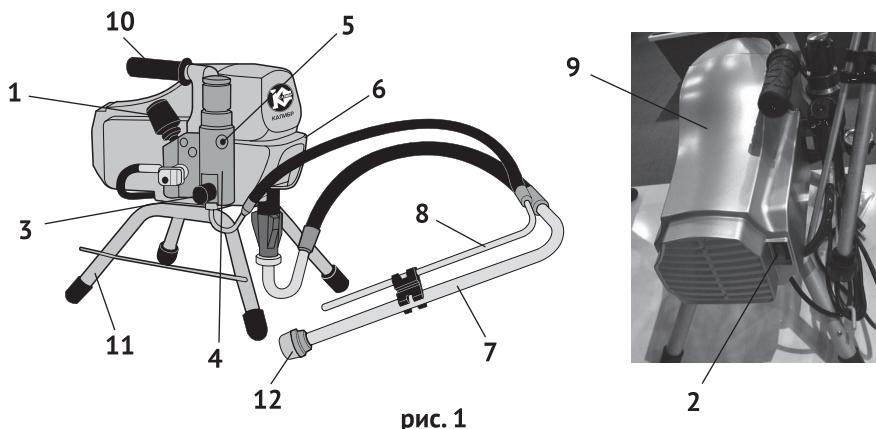

рис. 1
1.6 Общий вид аппарата представлен на рис.1
Основные механизмы аппарата: двигатель с редуктором, блок управления и плунжерный насос (рис.1 поз.4) с перепускным клапаном (рис.1 поз.3) закреплены на трубчатой раме (рис.1 поз.11). Двигатель и редуктор закрыты пластиковым корпусом (рис.1 поз.9). К насосу гибкими шлангами подсоединены: впускная трубка (рис.1 поз.7) с фильтром и стравливающая трубка (рис.1 поз.8). К выходному штуцеру (рис.1 поз.5) подсоединяется шланг высокого давления с распылителем. Сверху расположена рукоятка (рис. поз.10) для переноски аппарата.
Включение электродвигателя аппарата производится выключателем (рис.1 поз.2), имеющим два фиксированных положения: «On» - включено и «Off» - выключено. Расход окрасочного материала регулируется поворотом ручки регулятора расхода (рис.1 поз.1): поворот по часовой стрелке – увеличение расхода, против часовой – уменьшение.
Перепускной клапан (рис.1 поз.3) имеет два фиксированных положения: горизонтальное положение переключателя – «дренаж», вертикальное положение – «распыление».
Принцип работы аппарата основан на работе плунжерного насоса с системой клапанов. Рабочим органом насоса является поршень, который за счёт возвратно-поступательного движения и системы клапанов создаёт разряжение в цилиндре, что позволяет всасывать окрашиваемый материал. В зависимости от положения перепускного клапана ЛКМ подаётся или в стравливающую трубку, после запуска аппарата (и перед отключением), или к выходному штуцеру (рис.1 поз.5) для подачи в шланг высокого давления с распылителем.
- установить регулятором (рис.1 поз.1) необходимый расход ЛКМ для окраски.
- подключить к выходному штуцеру (рис.1 поз.5) плунжерного насоса (рис.1 поз.4) шланг высокого давления (шланг необходимо полностью расправить);